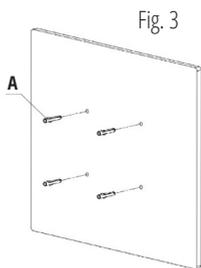
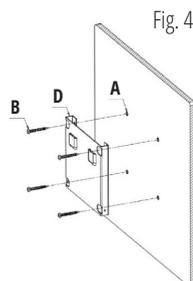

Fig. 3
Fig. 4
PASO 2. FIJAR LA CAJA DE PARED. Como se muestra en las Fig. 3 y Fig. 4, instale el soporte de pared.
Coloque la caja de pared en el soporte de pared D, como se muestra en la Fig. 4.